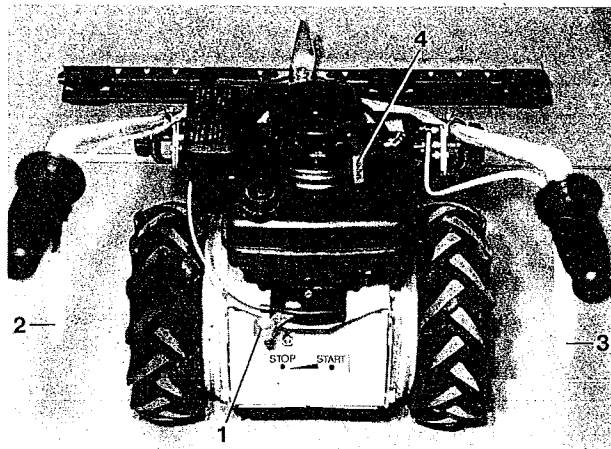

Abb. 1
2. Motorkupplungshebel (2 Abb. 1) ziehen und Klinke einrasten.
Achtung! Bei Arbeiten am Mähwerk muß der Motor abgestellt, der Gasregulierhebel in Position „STOP“ (1 Abb. 1) und der Mähantrieb ausgeschaltet sein.